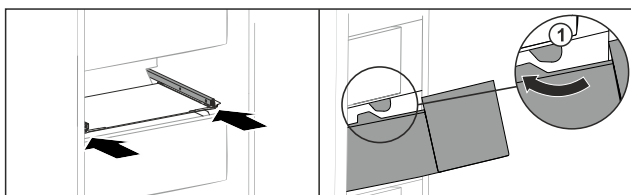

Fig. 100
- Lade rond de stoppers Fig. 100 (1) leiden.